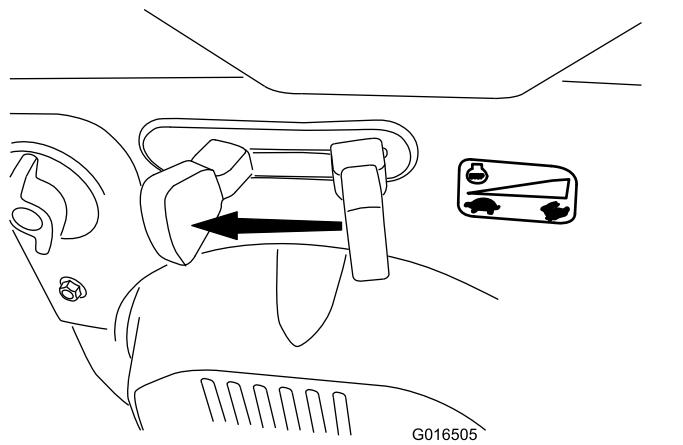

Рисунок 25
1. Передвиньте регулятор дроссельной заслонки в положение SLOW (Медленно), а затем в положение STOP (Останов) (Рисунок 25). Двигатель также можно остановить, переместив ключ зажигания в среднее положение.